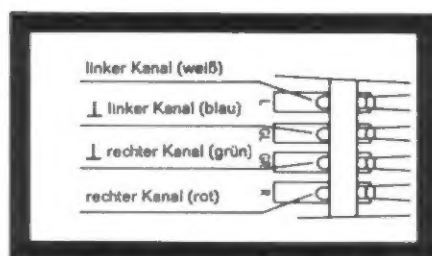

Fig. 16
3. Die Anschlüsse am Systemträger sind gekennzeichnet, die Anschlußlitzen sind farblich (Fig. 16). Verbinden Sie die Anschlußlitzen des Systemträgers mit den entsprechenden Anschlußstiften des Tonabnehmersystems.